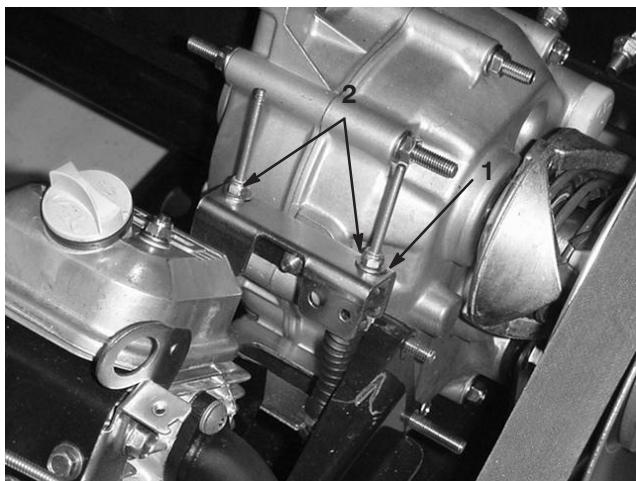

Figure 25
Lors des entretiens courants et/ou des diagnostics du moteur, vous devez placer la boîte-pont au point mort (Fig. 25). La position point mort du sélecteur de vitesses commande le point mort de la boîte-pont. Procédez comme suit pour vérifier que le point mort du sélecteur de vitesses actionne correctement le point mort de la boîte-pont :
2. Vérifiez que la patte de réglage du point mort est à la position point mort (horizontale) en tournant l'embrayage (Fig. 25). Le véhicule ne doit pas avancer ni reculer. Si le véhicule se déplace, placez la patte de réglage du point mort à la position point mort.
3. Serrez un des contre-écrous (Fig. 25) juste assez pour éliminer le mou du câble de sélection de sens de marche.